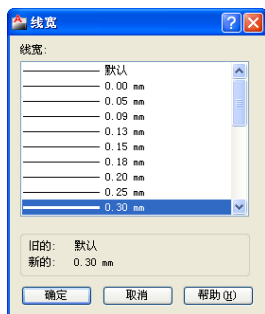

图 4-77 选择线宽
- 16 在【线宽】对话框中选择 0.3mm 的线宽，如图 4-77 所示。